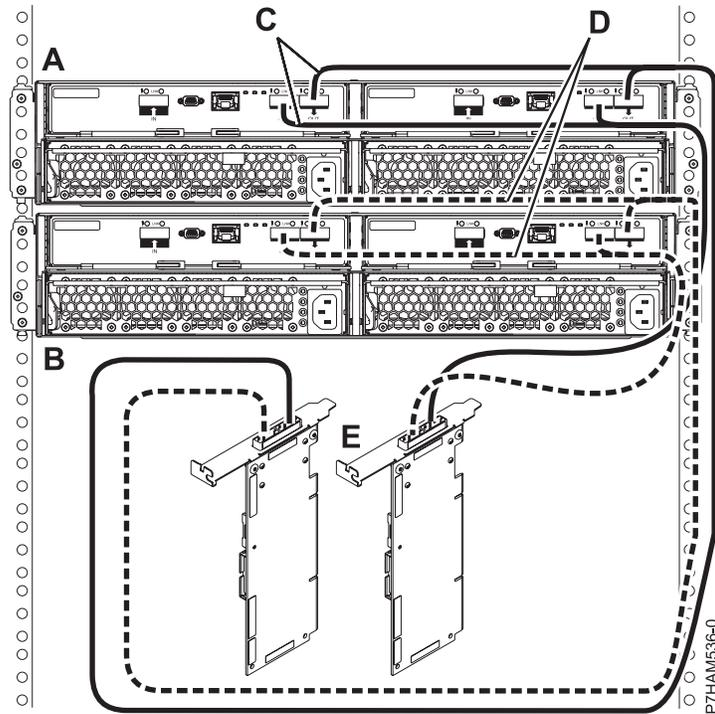

Abbildung 38. Anschließen zweier Plattenlaufwerkgehäuse 5887 nach Modus 1 mit YO-Kabeln an ein SAS-Adapterpaar
12. Schließen Sie die beiden Plattenlaufwerkgehäuse 5887 (**A und B**) nach Modus 1 mit YO-Kabeln (**C und D**) an ein SAS-Adapterpaar (**E**) an (siehe Abb. 38 auf Seite 87).